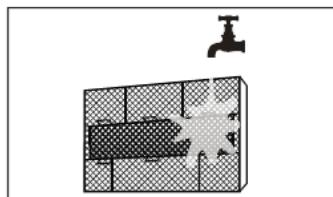

fig. 20 -
5. Spălați filtrele principale cu apă sau curățați-le cu un aspirator "fig. 20 - ". Lăsați filtrele să se usuce complet fără expunerea la soare direct.